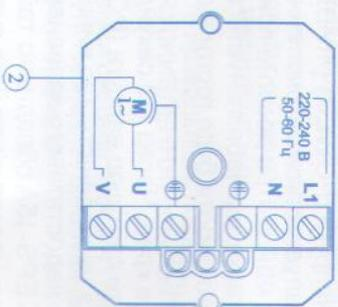

Рис. 8
Рис. 8. Перевірте, щоб напруга в мережі електроживлення була ~220/240В. Спочатку відключіть джерело електроживлення, потім зніміть кришку (1) електронної схеми і виконайте з'єднання відповідно до схеми на платі (2).